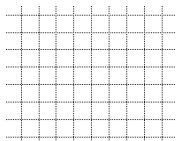

图 2.13.2 调整栅格到合适的大小
(1) 在 **草绘** 选项卡中单击 按钮。
(2) 此时系统弹出“栅格设置”对话框,在 **栅格间距** 选项组中选择 **静态** 单选项,然后在 **X 间距** 和 **Y 间距** 文本框中输入间距值 10;单击 **确定** 按钮,完成栅格设置。
(3) 在“视图”工具条中单击“草绘显示过滤器”按钮 ,在弹出的菜单中选中 **显示栅格** 复选框,可以在图形区中显示栅格。
Step 2 此时,绘图区中的每一个栅格表示 10 个单位。为了便于查看和操作图形,可以滚动鼠标中键滚轮,调整栅格到合适的大小(图 2.13.2)。单击视图工具栏中的“草绘显示过滤器”按钮 ,在弹出的菜单中取消选中 **显示栅格** 复选框,将栅格的显示关闭。